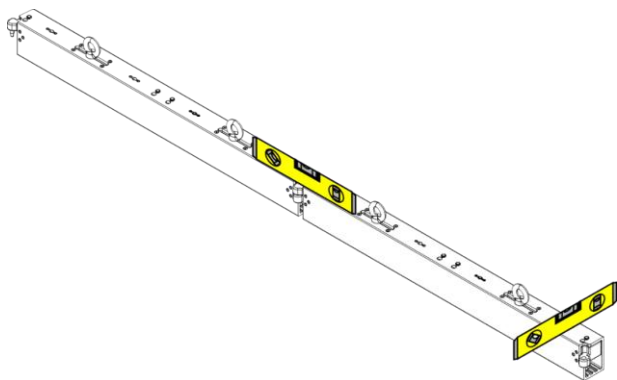

Fig. 20
- 03) Asegúrese de que los dispositivos están nivelados en todas las direcciones como se indica en la Fig. 20.